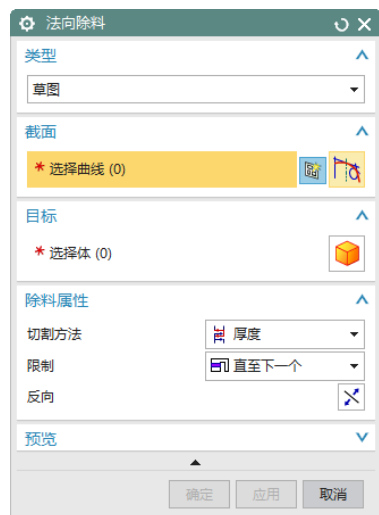

图 5-39 “法向除料”对话框
(1) 选择“菜单(M)”→“插入(S)”→“切割(T)”→“法向除料(N)”，或者单击“主页”选项卡“特征”面组上的“法向除料”按钮 ，打开如图 5-39 所示“法向除料”对话框。
(2) 在“法向除料”对话框中，单击“绘制截面”按钮 ，打开“创建草图”对话框。